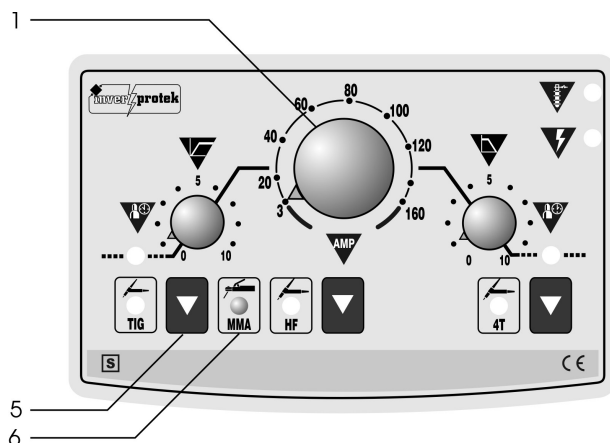

Fig.2
- 1 – Selecção de processo de soldadura MMA (eléctrodo) - Pulsar tecla 5 (fig.2), led 6 acende.
- 2 – Regular com o potenciómetro (1-fig.2) o valor de corrente desejado de acordo c/ tabela seguinte: